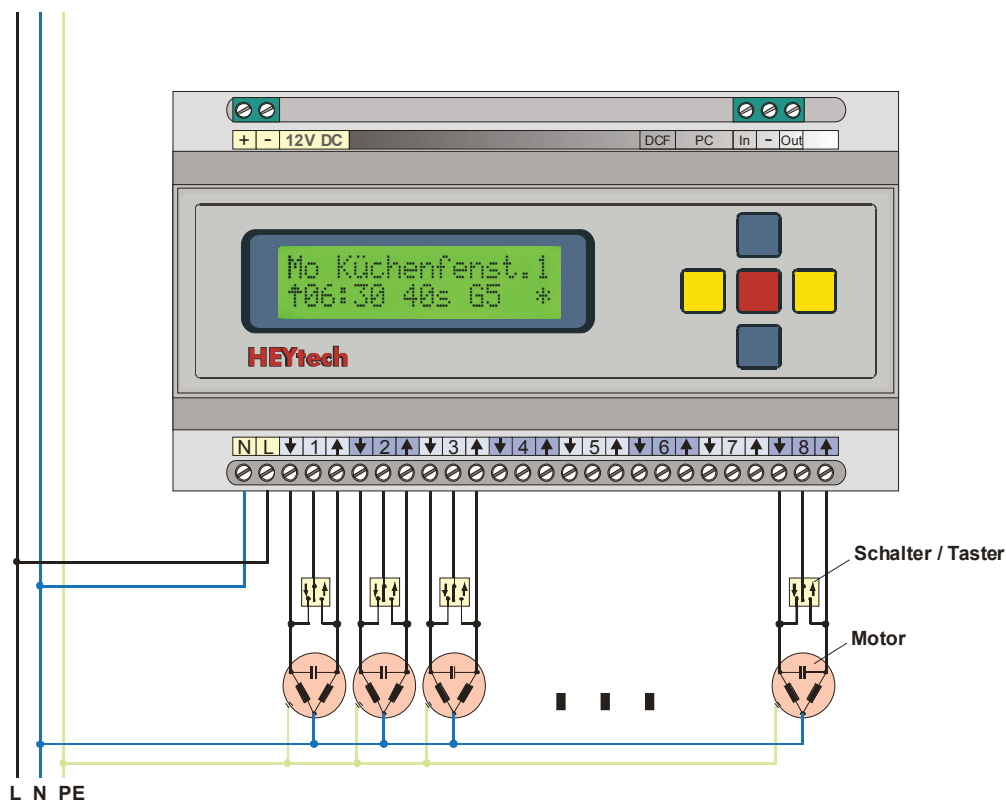

Abbildung 2: Motoren und Bedienschalter
- Die in den Abb. 2 und 3 (s. oben) dargestellten Anschlussklemmen 1, 2, ..., 8 führen keine Dauerphase. Der Anschluss der Bedien- schalter muss exakt in der dargestellten Weise erfolgen.
Der Anschluss der 230V-Motoren an eine Extension-Box erfolgt in gleicher Weise, wie bei der Steuerung (vgl. Abb. 2 und 3).